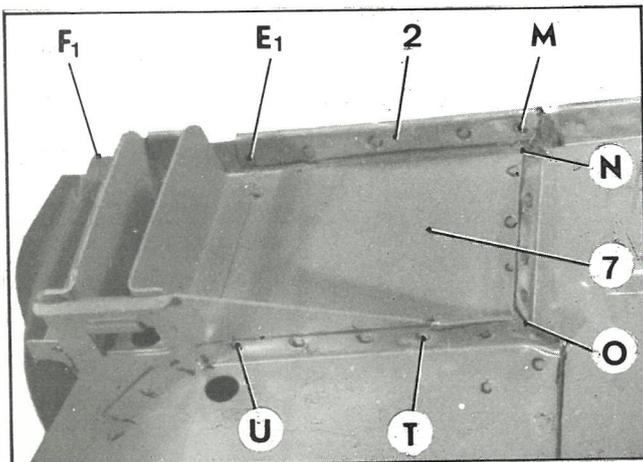

Fig. 9
- en F₁M (fig. 9)
- en O (fig. 9 et 10)
18. Mettre en place la tôle de sertissage (2) (fig. 9) de chaque côté.